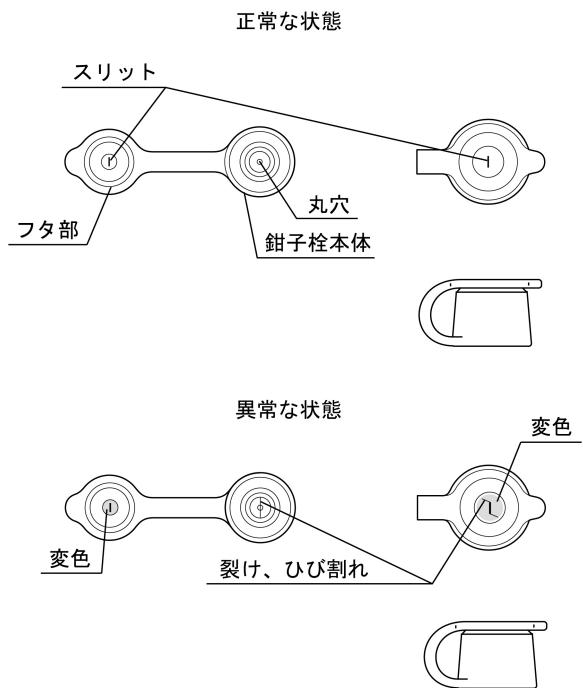

図2
11. 鉗子栓のフタ部のスリットまたは鉗子栓本体の丸穴に裂け、ひび割れ、変形、変色などの異常がないことを目視で確認すること(図2参照)。